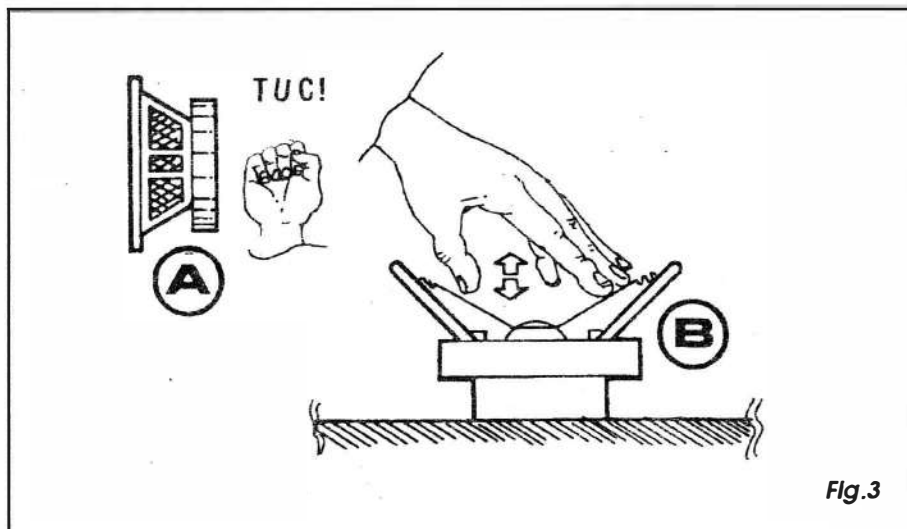

Fig.3
- FIG. 3 - TESTES MECÂNICOS ELEMENTARES... - Os testes até agora propostos, dão mais informações *elétricas* do que *mecânicas*... Porém como o falante é um dispositivo onde se *casam* essas duas fenomenologias, torna-se também importante uma verificação quanto às suas condições físicas... Existem alguns testes muito simples, porém que permitem razoáveis análises quanto ao estado mecânico do componente, conforme descrevem